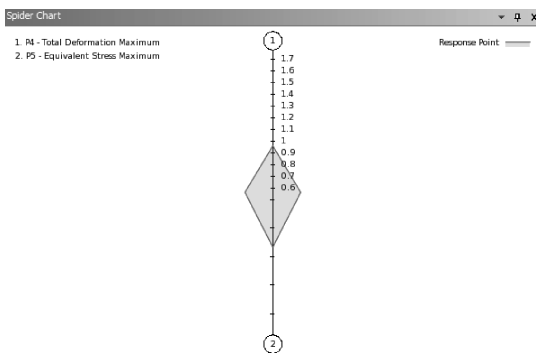

图 12-23 查看蛛网图
(5) 在大纲窗口中单击【Spider】, 可以查看输出参数之间的关系, 如图 12-23 所示。